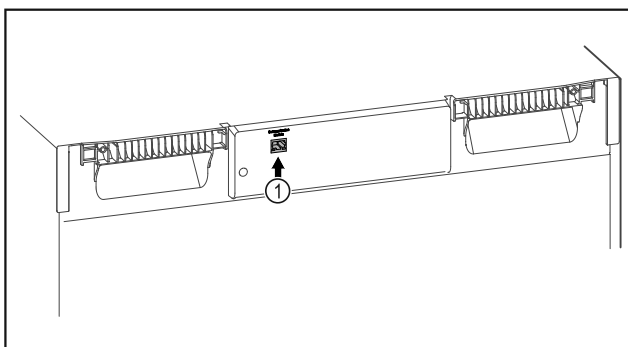

Fig. 127
- ☐ SmartModule Fig. 127 (1) er indsat.